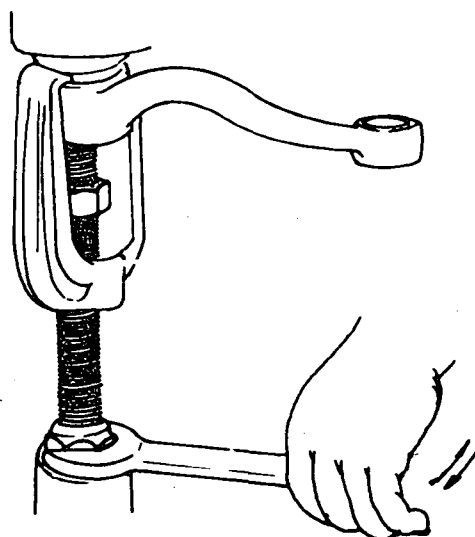

Fig. 3
- e Retire a porca do braço da direção, instale o extrator e remova-o (fig. 3).